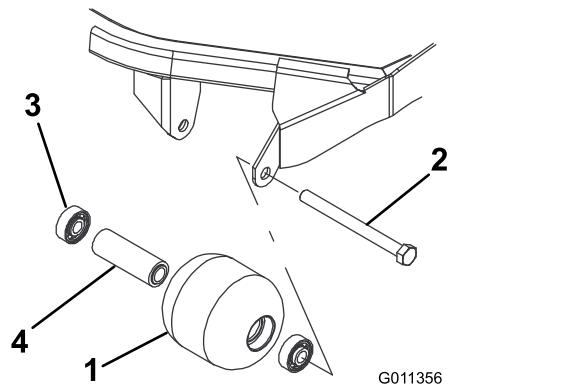

Bild 80
1. Entfernen Sie die Rollenbefestigungsschraube (Bild 80).
4. Prüfen Sie das Rollengehäuse, die Lager und das Distanzstück auf Beschädigungen (Bild 80).
1. Drücken Sie das erste Lager in das Rollengehäuse (Bild 80). Drücken Sie dabei nur auf den äußeren Ring oder gleichmäßig auf die inneren und äußeren Ringe.
2. Setzen Sie ein Distanzstück ein (Bild 80).
3. Drücken Sie das zweite Lager in das Rollengehäuse (Bild 80). Pressen Sie dabei gleichmäßig auf den inneren und den äußeren Käfig, bis der innere das Distanzstück berührt.